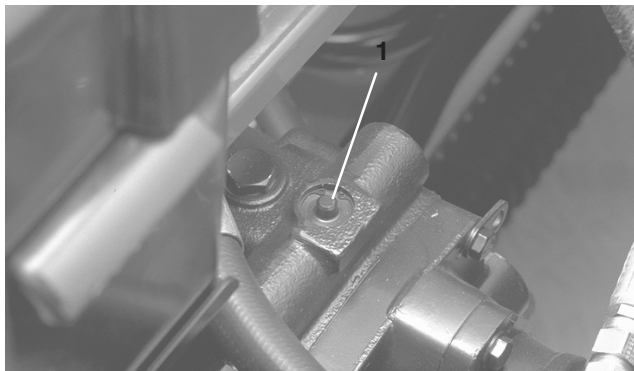

Figure 30
1. La vanne de dérivation se trouve en haut de la pompe hydraulique (Fig. 30). Tournez la vanne à 90° dans un sens ou dans l'autre pour l'ouvrir et dériver l'huile à l'intérieur de la transmission. Il sera alors possible de déplacer la machine lentement sans endommager la transmission.